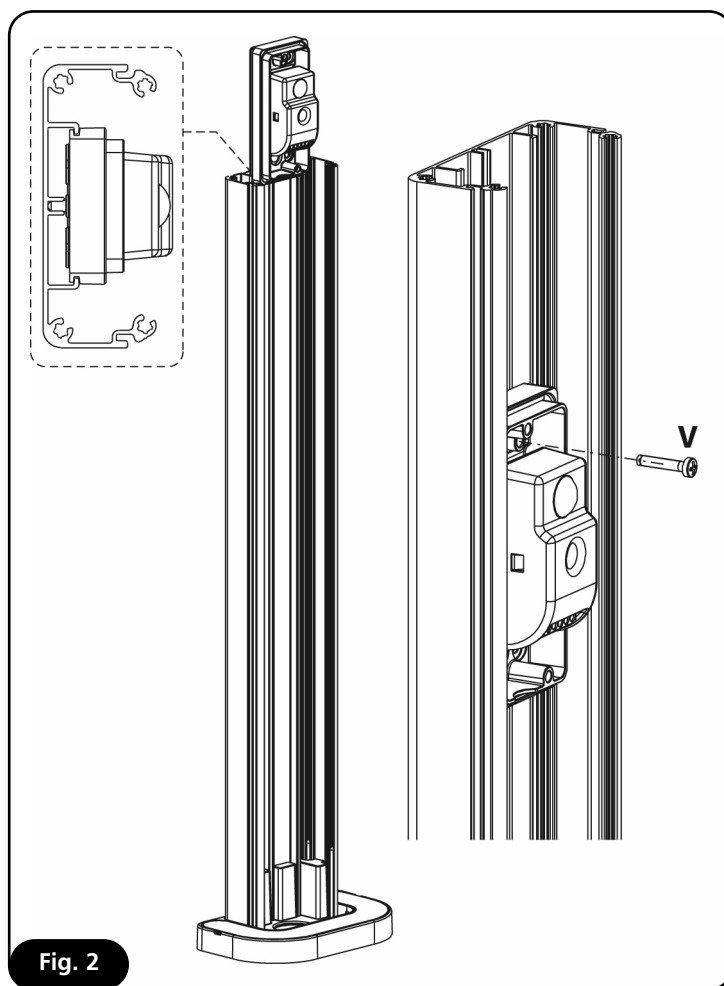

Fig. 2
INSTALLATION SUR COLONNE GARDO (Fig.2)
3. Positionner la photocellule à la hauteur souhaitée et la fixer au moyen de la vis **V** prévue à cet effet (Fig.2).